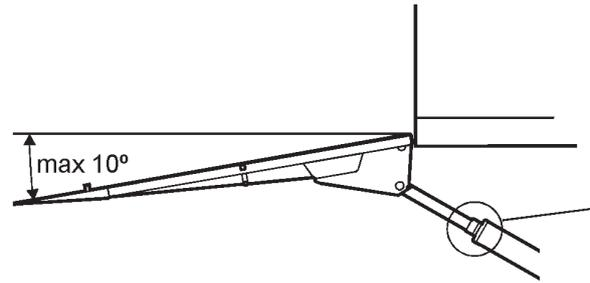

Figura 48. El ángulo de basculamiento hacia abajo se debe ajustar en 10° como máximo
3. Inclinar el puente hacia abajo, hasta 10 grados como máximo por debajo de la horizontal. Figura 48.
4. Ajustar el tope por completo hacia la culata del cilindro (4). Figura 48.